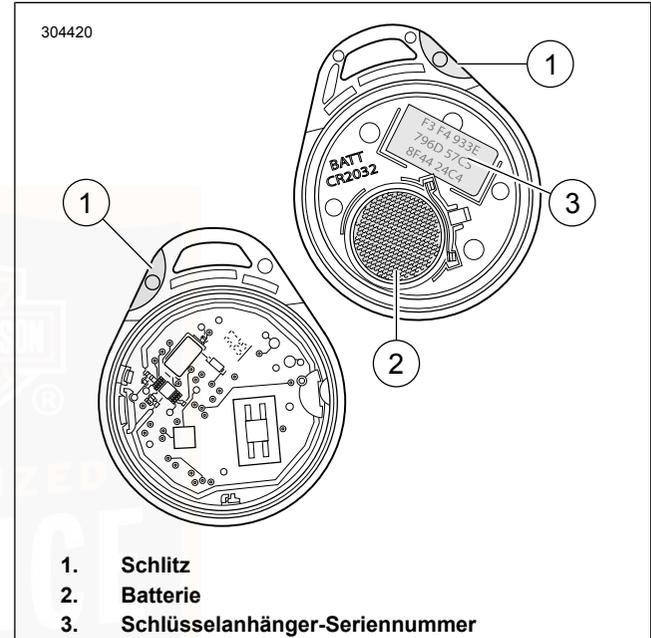

Abbildung 34. Schlüsselanhängerbatterie
1. Siehe Abbildung 34. Eine dünne Klinge im Schlitz (1) an der Seite des Schlüsselanhängers langsam verdrehen, um die beiden Hälften zu trennen.
2. Die Batterie (2) entfernen und entsorgen.